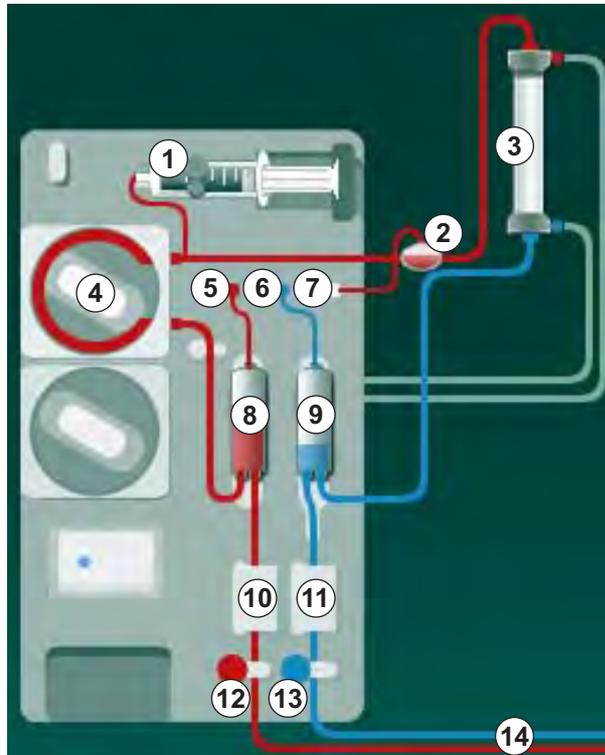

Fig. 3-2 Modo de funcionamiento - Unipunción Cross Over
Con el clamp venoso (Fig. 3-2 Modo de funcionamiento - Unipunción Cross Over (33), ⑬) cerrado y el "clamp" arterial ⑫ abierto, la bomba de sangre ④ bombea sangre del paciente a través del dializador ③ hacia la cámara venosa ⑨ . La presión en la cámara venosa ⑨ se monitoriza a través del sensor de presión venosa ⑥ . Cuando se alcanza la presión superior prefijada, la bomba de sangre ④ se detiene y se abre el "clamp" venoso ⑬ . Debido a la presión en la cámara venosa ⑨ , la sangre fluye a través del dializador ③ de vuelta hacia el paciente hasta que se alcanza la presión inferior prefijada para la conmutación. Una vez alcanzada dicha presión en la cámara venosa ⑨ , o en el caso de que haya transcurrido el tiempo de flujo de retorno prefijado, se cierra el "clamp" de la línea venosa ⑬ . Poco después, el "clamp" de la línea arterial ⑫ se abre. La bomba de sangre ④ se activa y el proceso se inicia de nuevo con la extracción de sangre del paciente.